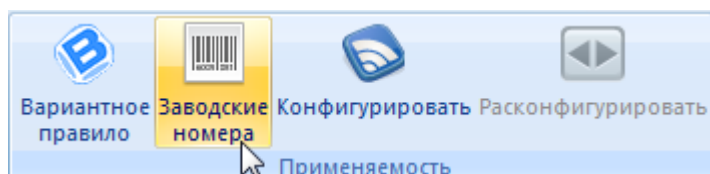

Рис. 10-232 – Запуск редактора правил применяемости по серийным номерам
2) В логистической структуре изделия выбрать элемент (компонент или логистический элемент), для которого необходимо создать правило применяемости по серийным номерам (рис. 10-232).